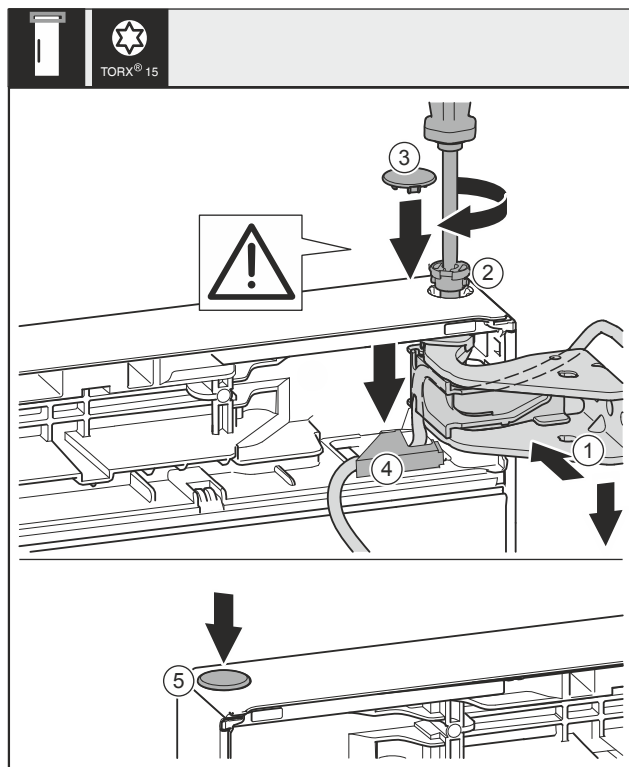

Fig. 43
- Nolīmeņojiet durvju augšdaļu pret atveri gultņa balstā Fig. 43 (1).
- Ievietojiet tapu Fig. 43 (2) un pieskrūvējiet ar skrūvgriezi.
- Uzmontējiet aizturu pārsegu, lai nostiprinātu durvis: ievietojiet aizturu pārsegu Fig. 43 (3) un pārbaudiet, vai tas balstās uz durvīm. Pretējā gadījumā pilnīgi ievietojiet tapu.
- Ievietojiet pārsegu Fig. 43 (4) un spiediet uz leju, līdz tas nofiksējas.
- Ievietojiet aizbāzni Fig. 43 (5).